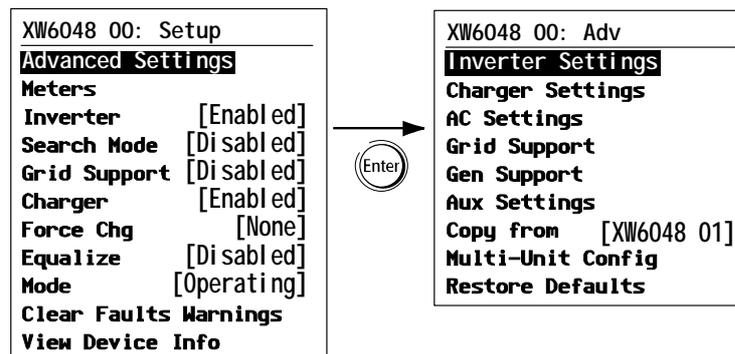

Figura 3-2 Selección de parámetros de configuración avanzada
- ◆ Resalte la opción Basic Settings (Configuración básica) o Advanced Settings (Configuración avanzada) resaltada en el menú Setup (Configuración) y, a continuación, pulse Enter (Intro). Consulte la Figura 3-2.